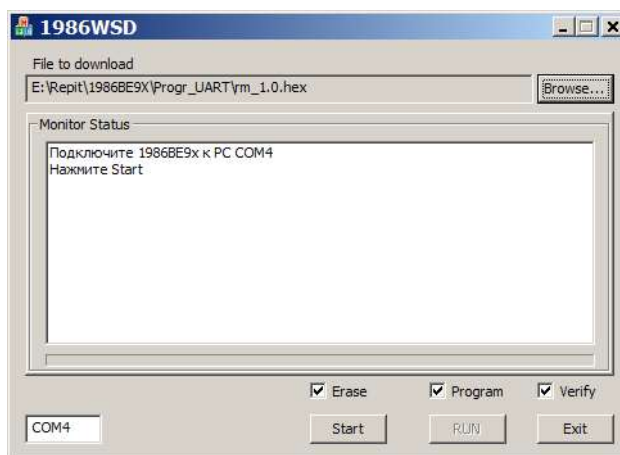

Рисунок 1
4.1. Нажать кнопку Browse и выбрать файл прошивки согласно таблице 1 (рис. 1).